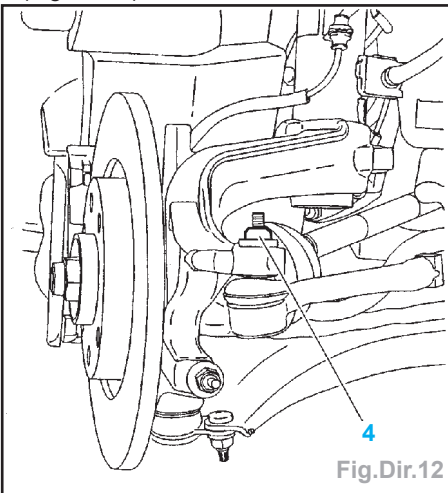

Fig.Dir.12
- Déposer les écrous (4) de chaque côté (Fig.Dir.12).